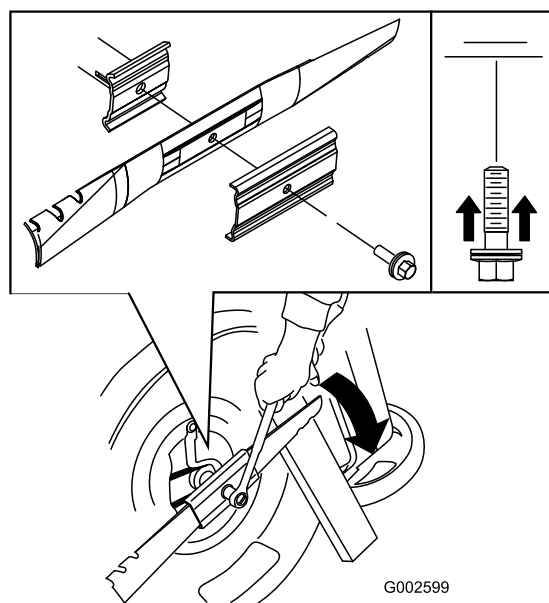

Figure 24
5. Montez une lame neuve (tournez le boulon de la lame dans le sens horaire) et toutes les fixations (Figure 24).